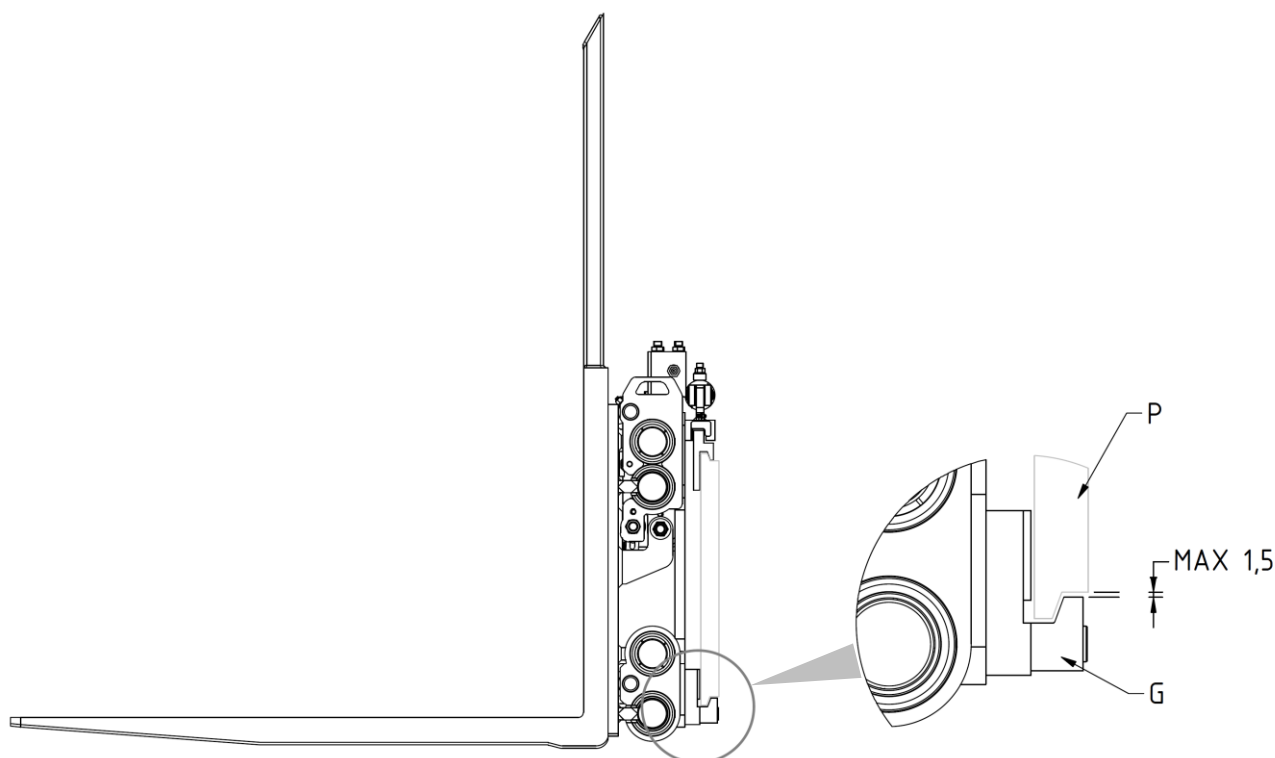
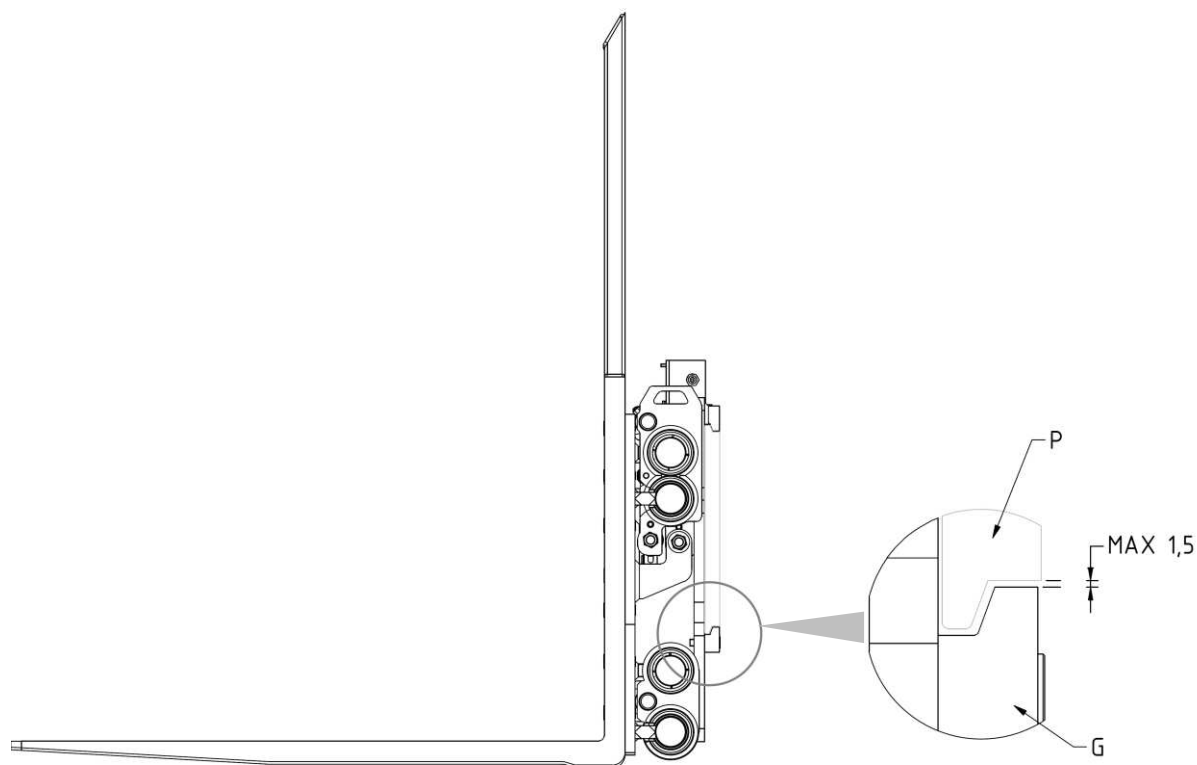

Figura 7
Figura 10
11. Riavvitare i 2 ganci inferiori **G** in modo che il corpo di questi rimanga agganciato anche inferiormente alla piastra porta forche **P** (con gioco max. 1,5mm, vedi dettaglio *Figura 7*), serrando con coppia di serraggio indicata nella *Tabella 3*.
7. Riavvitare i 2 ganci inferiori **G** in modo che il corpo di questi rimanga agganciato anche inferiormente alla piastra porta forche **P** (con gioco max. 1,5mm, vedi dettaglio *Figura 10*), serrando con coppia di serraggio indicata nella *Tabella 4*.
3. Controllare il gioco fra la parte inferiore della piastra porta forche e i ganci inferiori dell'attrezzatura, verificando che sia come indicato in *Figura 7* (pag. 14) e in *Figura 10* (pag. 17) ed, eventualmente, intervenire sul serraggio delle viti che li sorreggono.